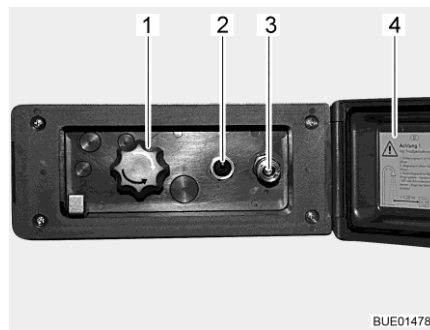

Fig. 173 Conexión de ducha exterior
- Desbloquear y abrir la tapa (Fig. 173,4).
- Conectar la manguera de la ducha exterior al cierre rápido (Fig. 173,3).
- Encender la bomba de agua con el interruptor (Fig. 173,2).
- Ajustar la temperatura del agua con el botón giratorio (Fig. 173,1) según se desee.
- Apagar la bomba de agua con el interruptor (Fig. 173,2).
- Cerrar la tapa (Fig. 173,4) y bloquearla con la llave.
- Poner el botón giratorio (Fig. 173,1) en la posición central.